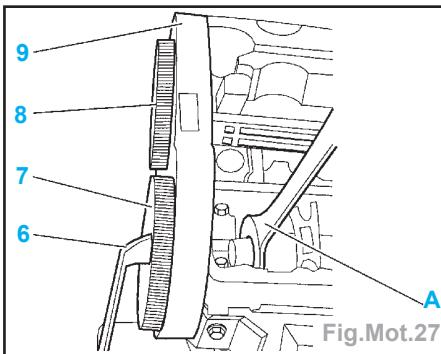

Fig.Mot.27
- Positionner la clé plate (A) sur le méplat de l'arbre à cames (Fig.Mot.27).